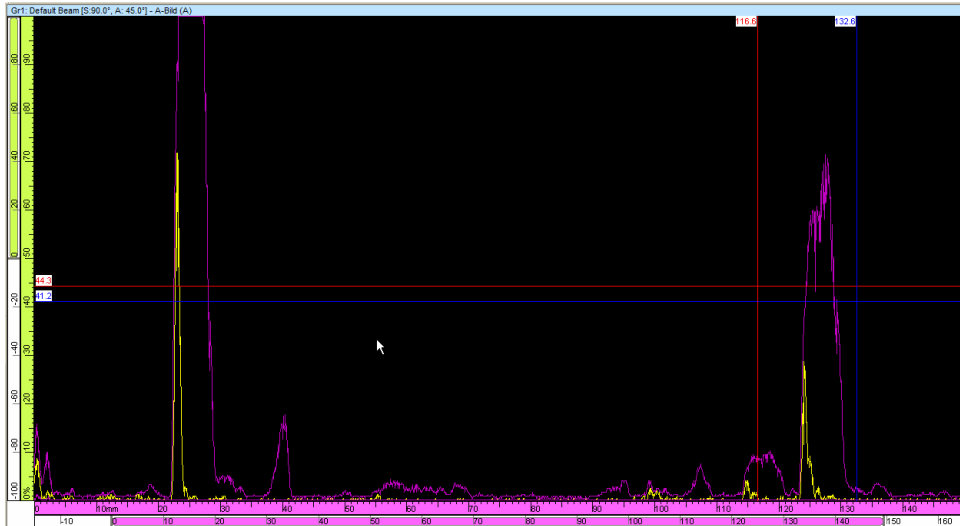

Abbildung 4-44 Echomaximum mittels der Echodynamik finden
3. Bewegen Sie den Sensor auf dem Justierkörper an die Position des Echomaximums (siehe Abbildung 4-44 auf Seite 285).